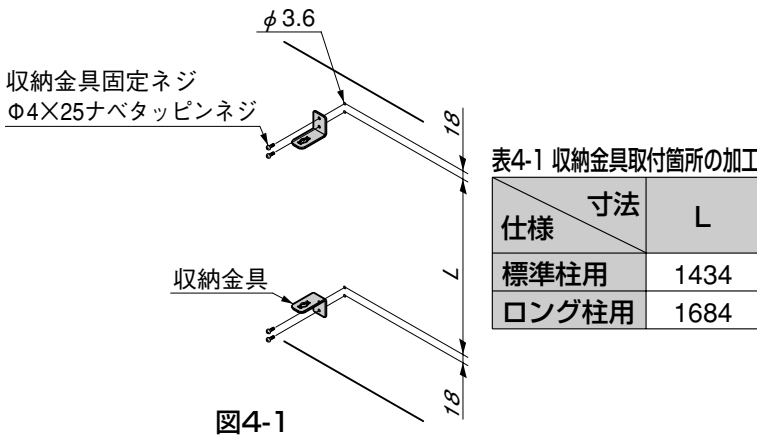

図4-1
- ① 収納金具はサポート1本につき2個使用します。現場にて取付箇所にφ3.6の穴をあけてください。(図4-1)
- ② 収納金具を固定ネジで取付箇所に取付けてください。(図4-1)